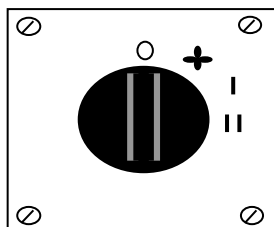

рис.5
У завесы с выносным пультом ДУ элемент управления – роторный переключатель режимов располагается вне завесы в специальном пластиковом корпусе (рис. 5), который устанавливается в месте удобном для потребителя и соединяется с завесой кабелем управления. Для изделий ВТЗ-3, ВТЗ-6, ВТЗ-9 используются универсальные пульты, для ВТЗ-5 предназначен специальный пульт только для этой модели.
1) Разобрать пульт управления, открутив четыре самореза, снять переднюю крышку с установленным на ней роторным переключателем управления (рис. 5).